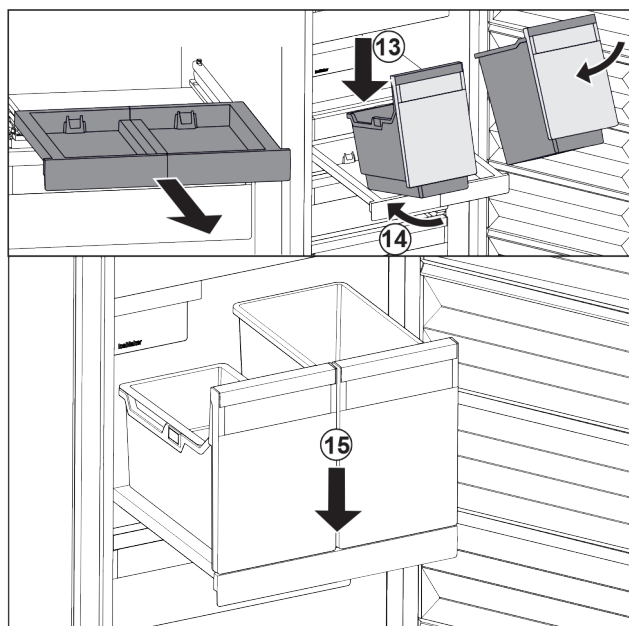

Fig. 107
- Behälter schräg auf das Auszugsbord aufsetzen. Fig. 107 (13)
- Behälter schräg nach hinten einschieben. Fig. 107 (14)
- Behälter vorne absetzen. Fig. 107 (15)